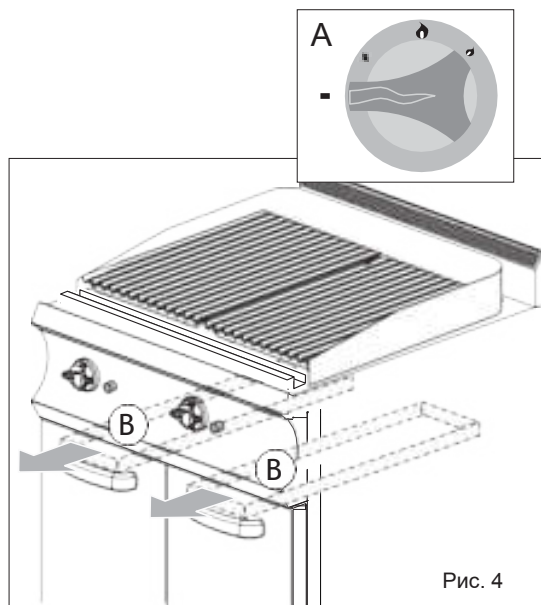
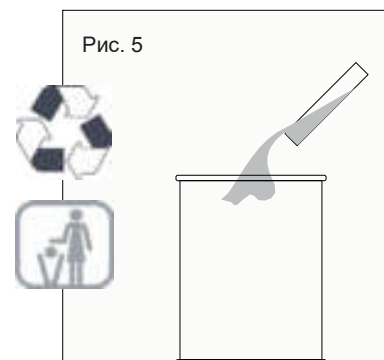
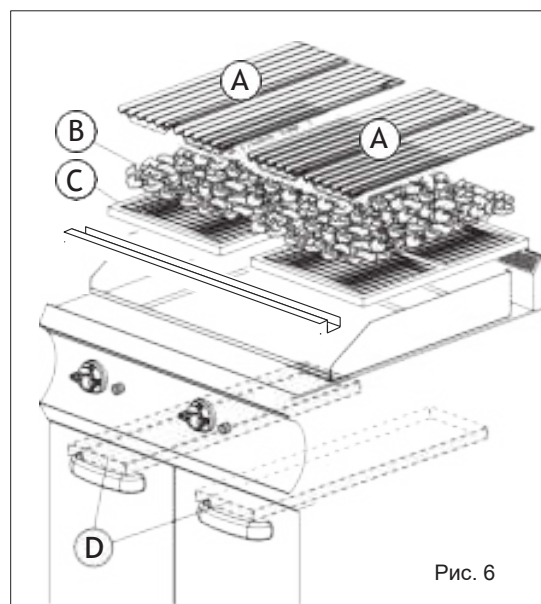

Рис. 4
Рис. 5
Рис. 6
По окончании рабочего цикла поверните ручку термостата в положение «Zero» (рис.4/А).
- Удаление масла/золы (рис. 4/В).
- Извлеките контейнер и опорожните его в соответствии с действующими правилами утилизации отходов в стране использования (рис. 4, деталь D. Рис. 5). Установите пустой контейнер на место.
- Поднимите жарочные плиты и снимите их (рис. 6, деталь А).
- Удалите использованную лаву (рис. 6, деталь В).
- Очистите поддон для лавы (рис. 6, деталь С) и контейнеры для золы, вытянув их из прибора (рис. 4, деталь G).
- Равномерно распределите в надлежащем месте новую лаву, находящуюся в прилагаемом мешке (около 6 кг, среднего размера), чтобы обеспечить устойчивость решеток на брызгозащитном ограждении (рис. 6/В).